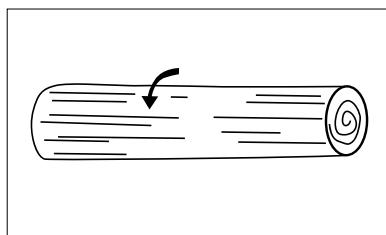

Abb. 20
1. Wenn der Stamm auf den Stützen über die gesamte Länge liegt, führen Sie die Kettensäge von oben nach unten und gleichzeitig beachten Sie, dass sich die Kette in den Boden nicht einsägt (Abb. 20).